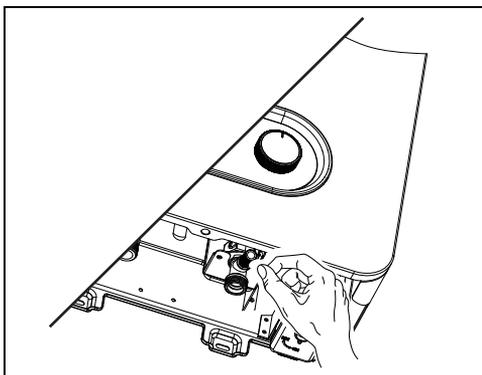

Fig. 12 Vaciado
- ▶ Vaciar aparato (→ fig. 12).